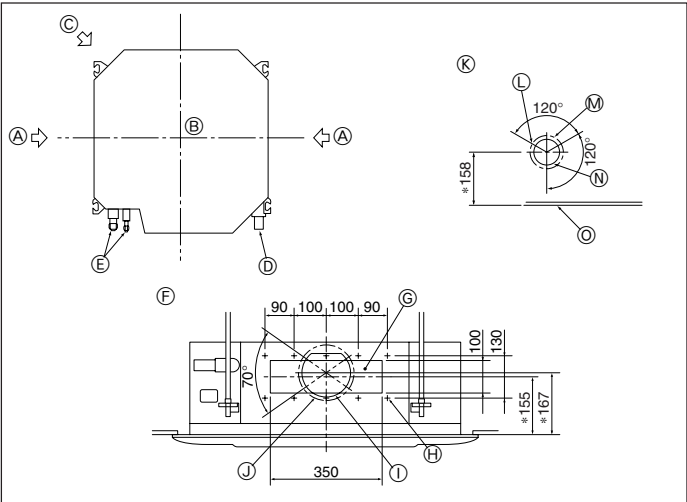

Fig. 2-3
2.3. Orifício do conduto de derivação e orifício de admissão de ar fresco (Fig. 2-3)